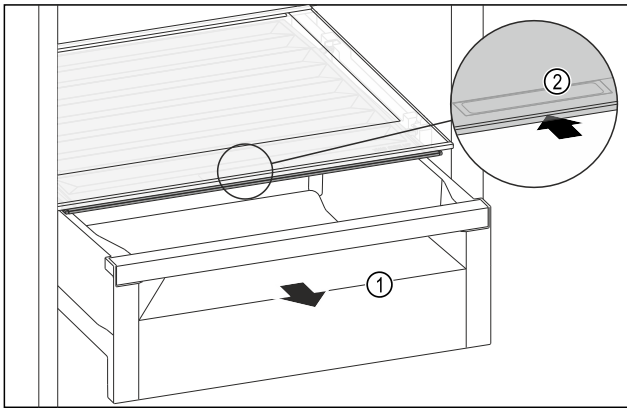

Fig. 112
- ▶ Schubfach Fig. 112 (1) herausziehen.
- ▶ Griffmulde Fig. 112 (2) am Fachdeckel anfassen und Fachdeckel gleichzeitig nach hinten schieben.